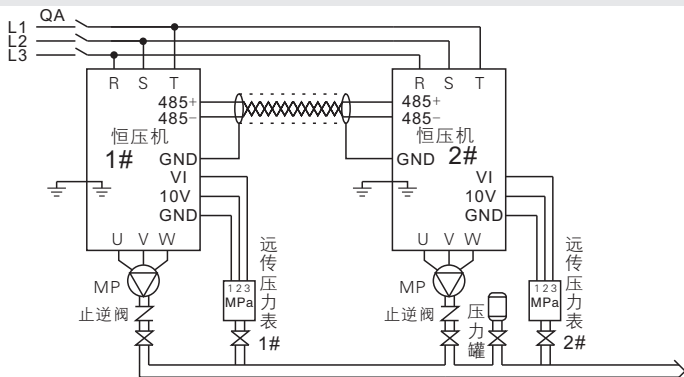
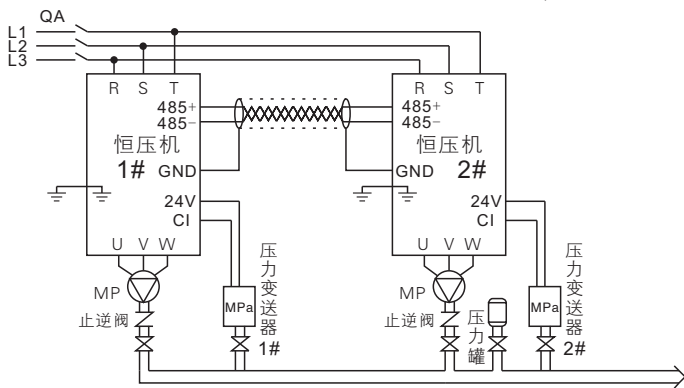

图3-5-1A 双泵互主互备-电压型压力传感器 (远传压力表,F0.03=0)
图3-5-1B 双泵互主互备-电流型压力传感器 (压力变送器,F0.03=1)
- ①先接主回路输入端 (三相: R、S、T, 单相: R、T) 输出端 (U、V、W到异步电机)
- ②再将压力传感器的信号线连接到智能恒压机, 连接电压型远传压力表参照图3-5-1A, 连接电流型压力变送器参照图3-5-1B。
- ③通信线连接, 用双绞屏蔽线将两台智能恒压机端子485+、485-同名端子对应连接。
- ① 供电后，将F0.00设置0为手动模式，按运行键查看水泵叶轮旋转方向是否正确，若方向反转，断电后将电机线任意两相对调即可。
- ② 首次启动，可使用手动模式给水泵、管道排气。
- ① 设置压力传感器最大量程F0.04（参见下表F0.04说明）。
- ② 在手动模式下启动查看恒压机上的反馈压力是否与实际压力一致，长按▲键或▼键增加或减少水泵转速观察反馈压力是否同时改变一致，若一致，说明压力传感器接线正确。（观察1#泵）
- ① 首次启动或遗忘参数时，恢复厂家参数（F0.28设置“1”确定）
- ② 按照3.5.3参数设置表，逐项进行设置。F0.01~F0.04参数仅需在主机泵设置（双主机需要在1号、2号机分别设置参数）